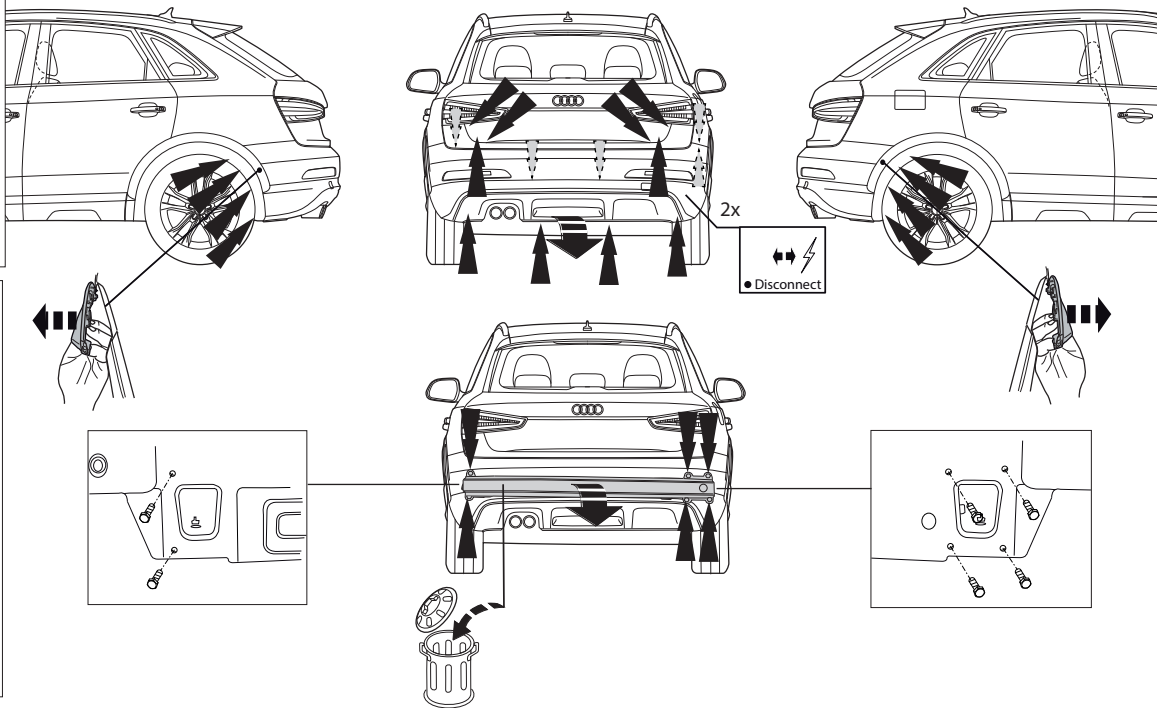

Fig. 1
1. Снять бампер вместе со буферным брусом автомобиля. Буферный брус больше не понадобится. Поставить болты на место. См. рисунок 1, 1а, 1b,1с,1d.